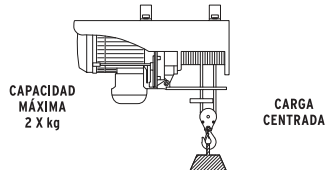

FIG.8
6. Puede elevar cargas hasta de 2 x kg a una altura de 6 m usando el gancho tipo polea (FIG.8).